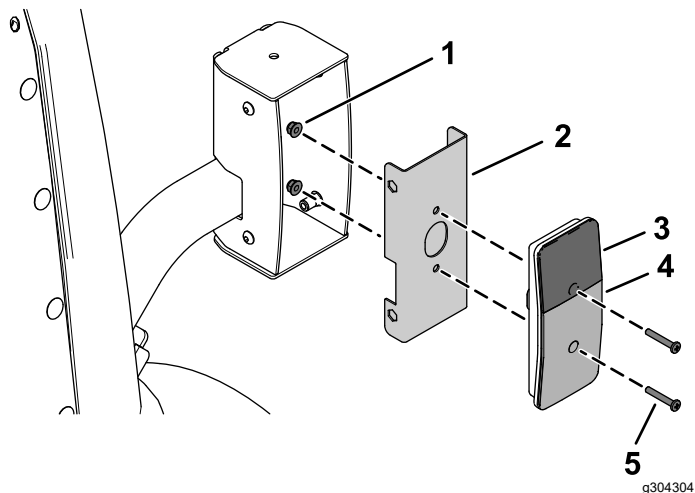
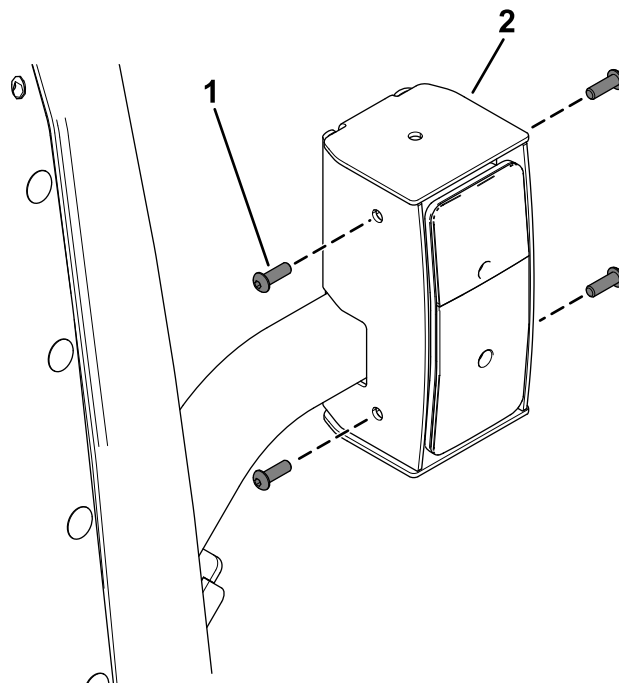

Bild 30
Bild 31
6. Befestigen Sie die Rücklichter mit vier Flachkopfschrauben (Nr. 10 x 1¼") und vier Bundmuttern (Nr. 10) an den inneren Montagehalterungen, wie in Bild 30 dargestellt.
9. Befestigen Sie die montierten Rücklichter mit acht Halbrundschauben (¼" x ¾") an den Rücklichtgehäusen, wie in Bild 31 dargestellt.
Achten Sie darauf, dass Sie die Rücklichter mit der gelben Linse oben montieren (Bild 30 und Bild 31).